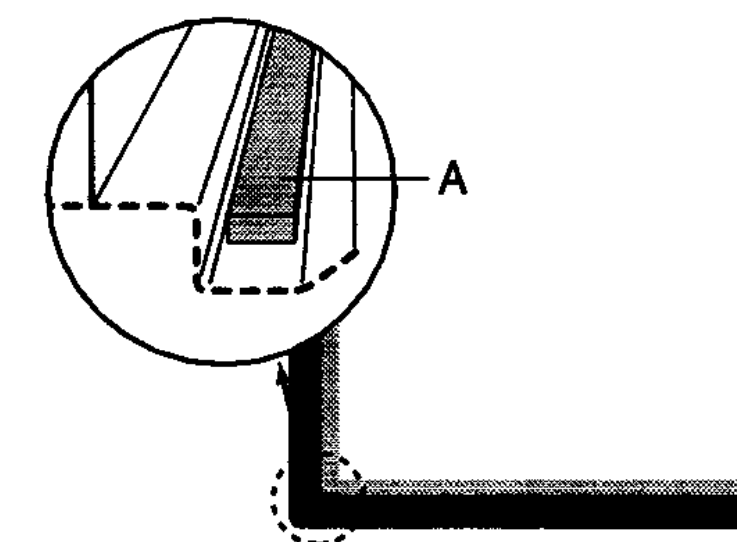

fig. 5
Coller les bandes mastic livrées (A) avec l'appareil sous le rebord de la table de cuisson (voir fig. 5).